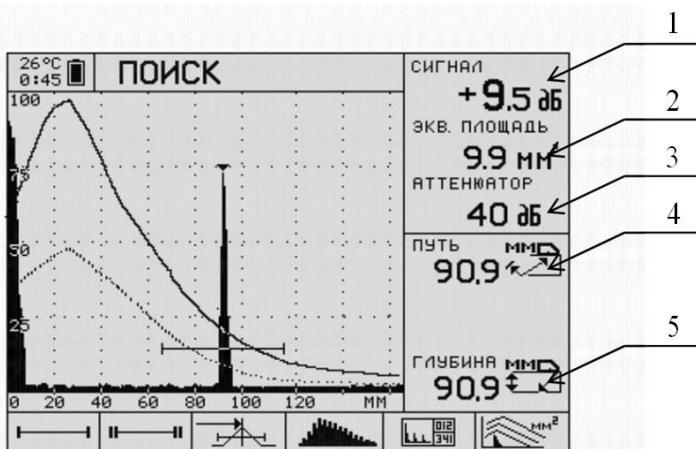

Рисунок 3.12 – Измерения в режиме АРД
3.6.10 При пересечении импульсом пунктирной линии в пределах строба будут индицироваться следующие параметры импульса (рис. 3.12 сверху вниз):